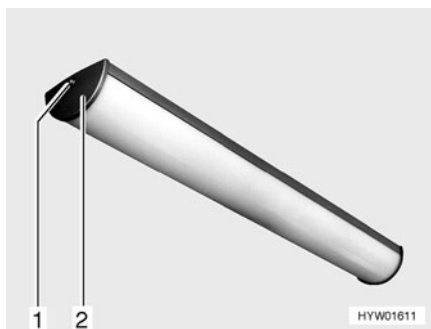

Fig. 232 Lámpara interior
- Extraer el tornillo (Fig. 232,1) y retirar la cubierta (Fig. 232,2).